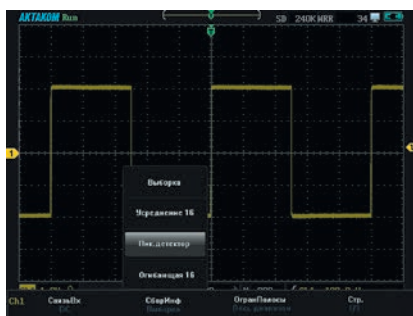

Рис. 15. Режим пикового детектора
- Режим пикового детектора. В этом режиме осциллограф сохраняет минимальные и максимальные значения точек выборки, взятые в течение двух интервалов развертки сигнала и далее использует их в качестве точек развертки. Благодаря этому, режим пикового детектора используется для наблюдения редких узких импульсов (рис. 15).